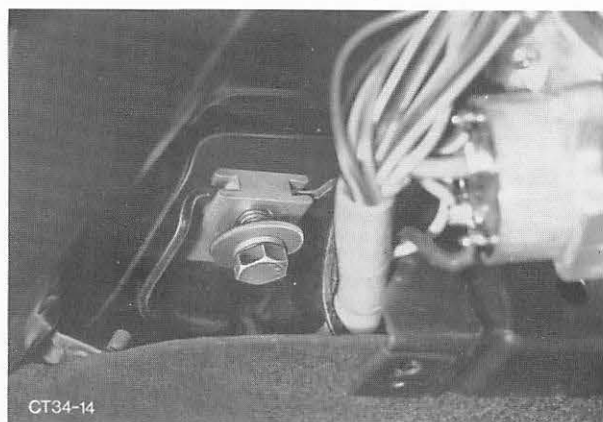

Abb. 27 Lenksäule befestigen
12. Schrauben-Lenksäule festziehen, Lenksäulenverkleidung montieren. Abb. 27.